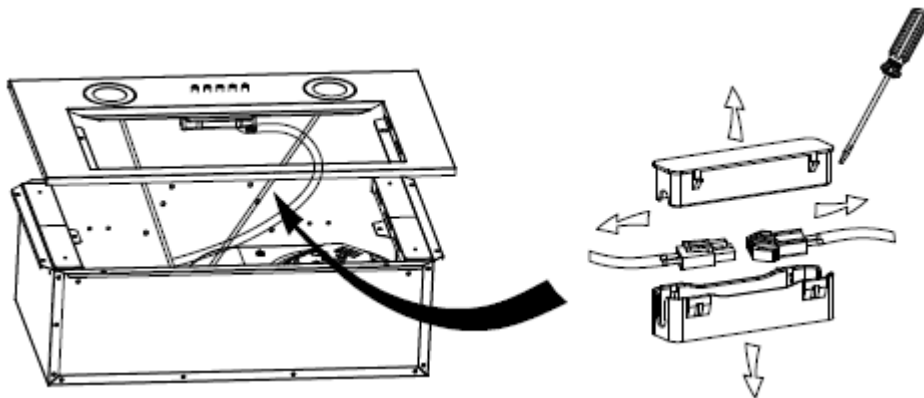

Рис. 5
6. Откройте клеммную коробку и извлеките контактный зажим лампы (рис.5).